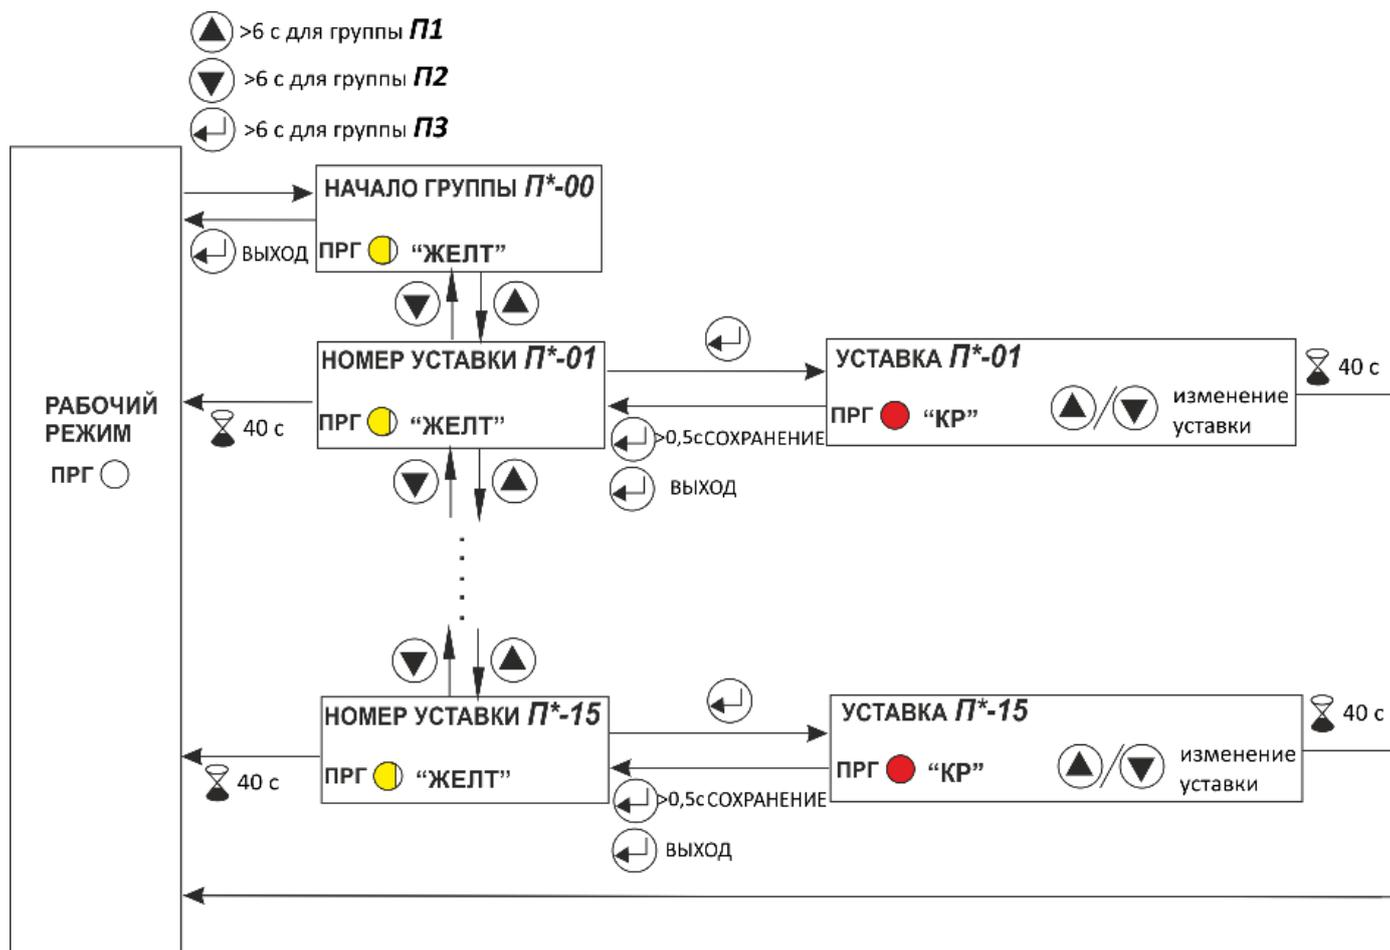

Рисунок 10 –Схема работы режима программирования
1.10.2 Обобщенная схема режима программирования уставок приведена на рис.10. Обозначение на схеме **П\*** соответствует **П1, П2 или П3**, в зависимости от выбранной группы.